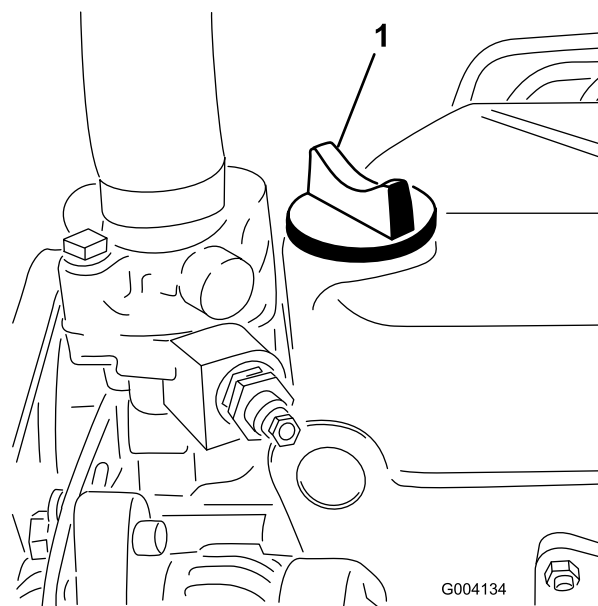

Figura 32
5. Se l'olio non raggiunge la tacca Full, togliete il tappo di riempimento (Figura 32) e aggiungete olio finché il livello non raggiunge la tacca.